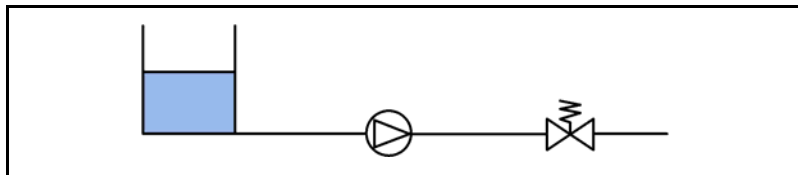

Fig. 20: Medios volátiles
Para dosificar con precisión líquidos con baja presión de vapor, p. ej. disolventes, el sistema debe estructurarse según la Fig. 20
1. Montar el sistema según la Fig. 20